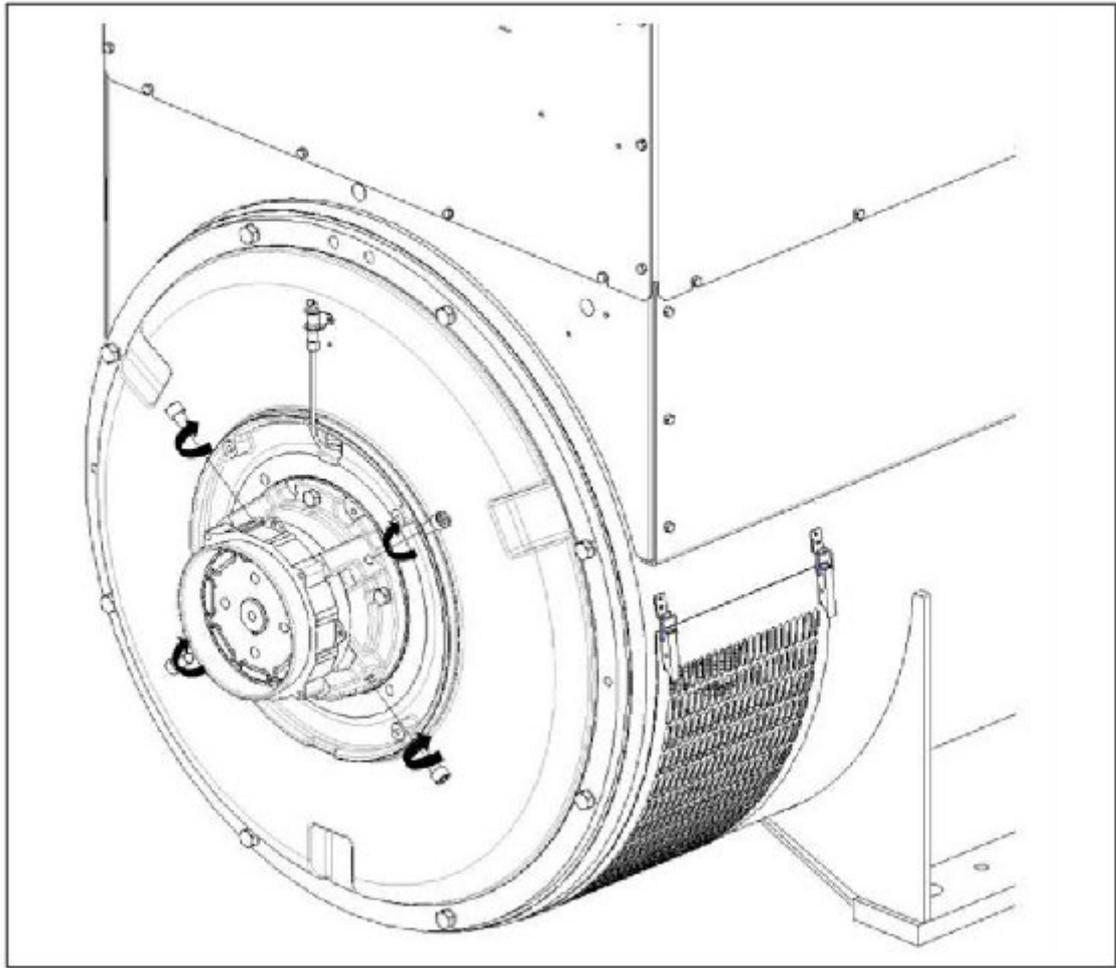

図 19. ローター輸送用サポートネジの取り外しと取り付け手順
4. 輸送用サポートネジを付属の4本のプランキングネジと交換し、50 Nmで締め付けます。参照: 図 19 ページ 32。
2. 非駆動側ベアリング キャップの 4 つのブランキング ネジを見つけて取り外します。参照: 図 19 ページ 32。